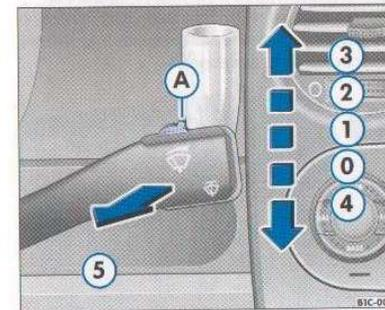

Fig. 27 Palanca del limpiavaparabrisas
– Mueva la palanca del limpiaparabrisas hasta la posición ⇒ fig. 27 ①.
– Mueva el mando (A) hacia la izquierda o hacia la derecha para ajustar la sensibilidad del sensor de lluvia.